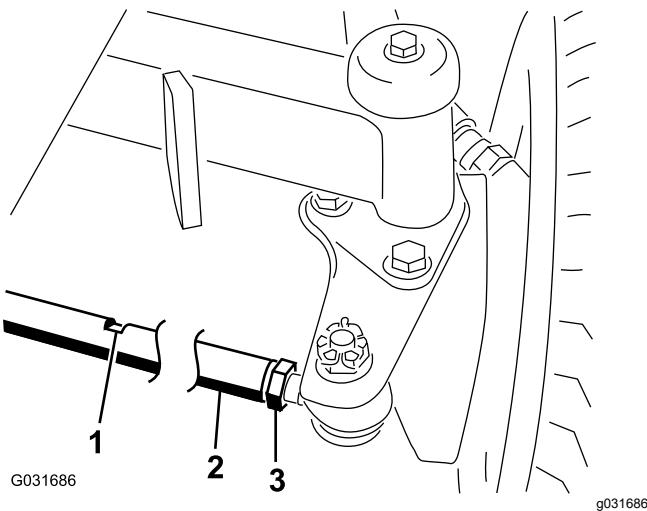

Рисунок 62
2. Ослабьте зажимную гайку с каждой стороны соединительной тяги (Рисунок 62).